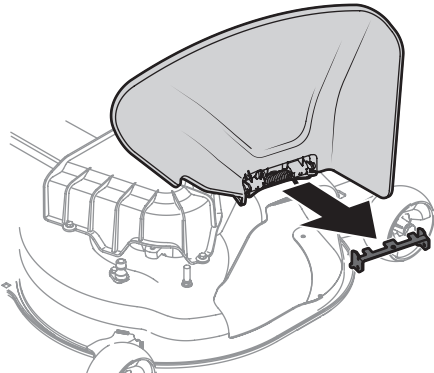

Fig. 10
- Soulevez le déflecteur de la goulotte d'éjection afin de pouvoir dégager et retirer le support d'arrêt. Abaissez le déflecteur de la goulotte d'éjection et jetez le support d'arrêt (Fig. 10).